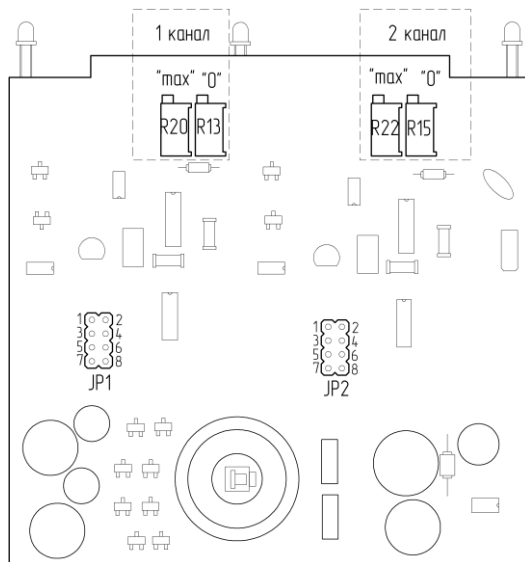

Рисунок 5.1 - Схема расположения органов регулирования и элементов настройки ПС-42
5.8.4 Для перенастройки блока на другие входные/выходные сигналы используйте рисунок 5.1 и таблицу 5.1.